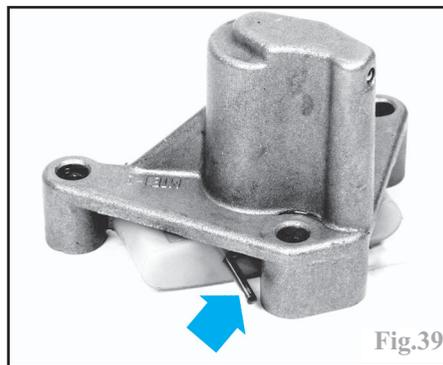

Fig.39
- bloquer le tendeur de chaîne avec une pige de Ø 2 mm (Fig.39) (photo du tendeur déposé pour plus de clarté).